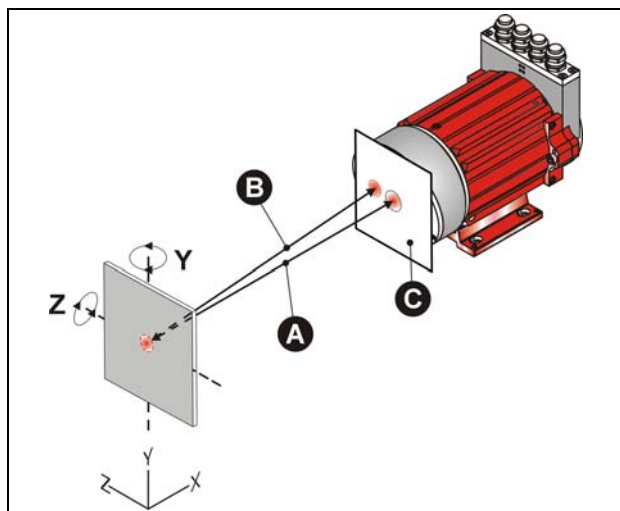
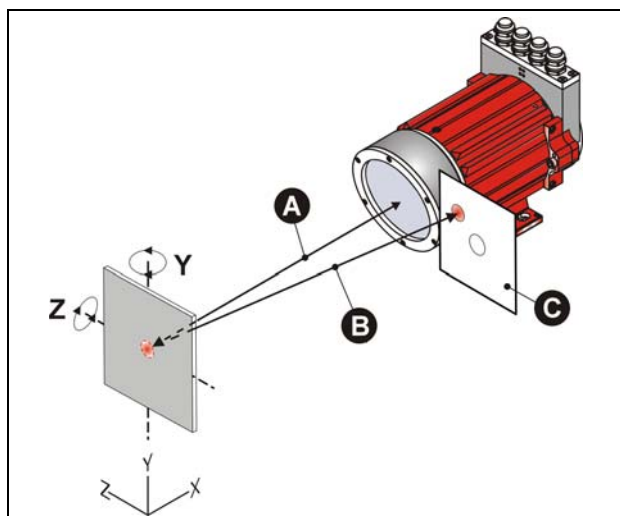

Abbildung 6: Ermittlung der Oberflächenreflektion
Abbildung 7: Wegleitung der Oberflächenreflektion
- **Abbildung 6: Ermittlung der Oberflächenreflektion:**
- Blatt-Papier (C) vor der Laseroptik so zentrieren, dass der Laserstrahl ungehindert durch ein ca. 2 cm großes Loch austreten kann. Das Störsignal (B) sollte jetzt auf dem Blatt-Papier (C) sichtbar werden. Zur besseren Auffindung des Störsignals (B) kann die Reflektorfolie auch etwas hin und her bewegt werden. Hierbei gilt: Einfallswinkel = Ausfallswinkel
- **Abbildung 7: Wegleitung der Oberflächenreflektion:**
- Reflektorfolie in der Y- oder in der Z-Achse so verdrehen, dass sich das Störsignal (B) sicher außerhalb der Laserlinse befindet. Die Neigung der Reflektorfolie dabei trotzdem möglichst gering halten, um Messfehler bedingt durch Fluchtfehler in der Verfahrbewegung zu minimieren. Wandert der Lichtpunkt z.B. auf der Reflektorfolie hin und her, ergeben sich durch die Schrägstellung kleine Differenzen.